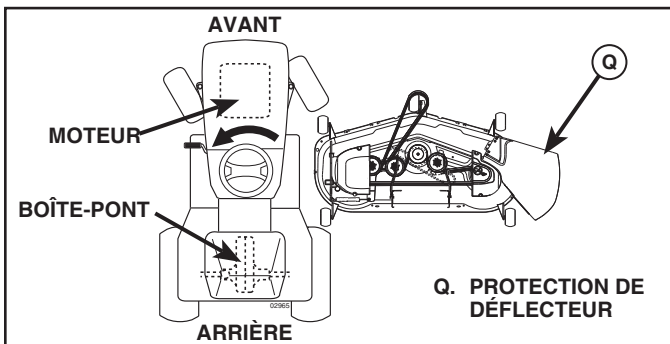

Fig. 25
3. TOURNER LE VOLANT DE DIRECTION À GAUCHE ET PLACER LA TONDEUSE (Voir la Fig. 25)
- Tourner le volant de direction à gauche aussi loin que possible et placer la tondeuse sur le côté droit du tracteur avec la protection de déflecteur (Q) à gauche.